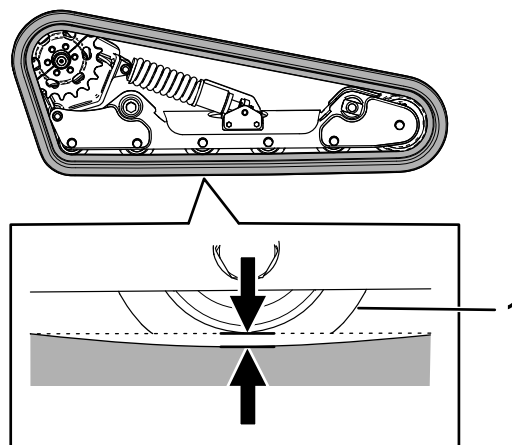

Figure 56
Levez/soutenez un côté de la machine et, en vous aidant du poids de la chenille, vérifiez qu'il existe un espace de 13 mm ($\frac{1}{2}$ po) entre le bas du rebord du galet de roulement et la chenille, comme montré à la Figure 56. Si ce n'est pas le cas, réglez la tension des chenilles comme suit :
5. Avec une clé à cliquet de ½ pouce, tournez la vis de tension jusqu'à obtention d'une flèche de 13 mm (½ po), comme montré à la Figure 56.
- Vérifiez que la flèche de la chenille est de 13 mm (½ po), comme montré à la Figure 56. Réglez-la si nécessaire.
obtention d'une flèche de 13 mm (½ po), comme montré à la Figure 56.